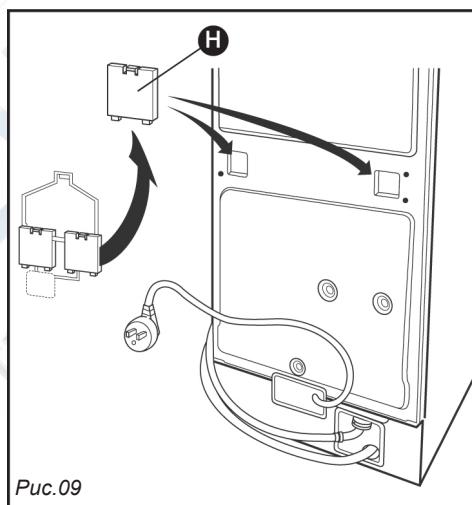

Рис.09
- Закройте отверстия, оставшиеся после извлечения скобы, с помощью 2-х предусмотренных крышек **H** (Рис. 09) и закрутите 4 винта **E** в первоначальное положение в корпусе.